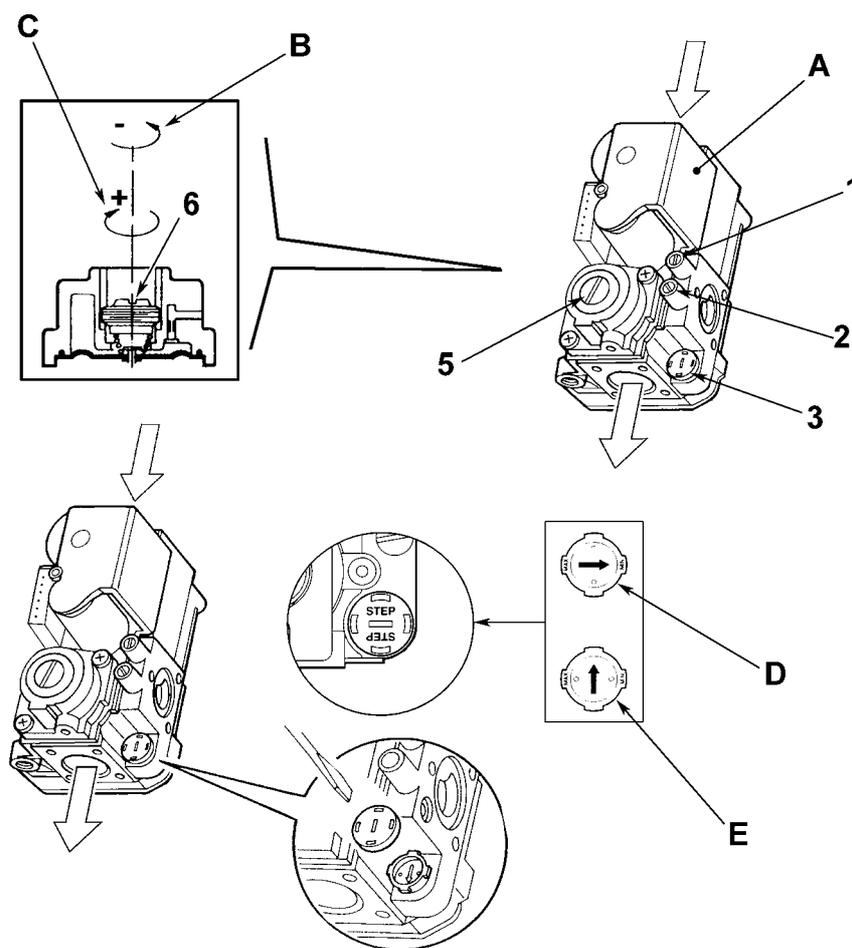

рис. 19 - Переналадка котла на другой вид газа
На котле PEGASUS D Ki 130 можно регулировать тепловую производительность топки и, следовательно, тепловую мощность, передаваемую воде системы отопления; это делается исключительно путем регулировки основной горелки с помощью газового вентиля (см. рис. 19). На графиках, приведенных в параграфе сар. 4.2 "Сопротивление системы", показано изменение передаваемой воде тепловой мощности в зависимости от изменения рабочего давления горелки. Возможность приведения мощности котла в соответствие с реальными потребностями отопления означает, прежде всего, снижение потерь и экономию топлива. Кроме того, при регулировке мощности, регламентированной также стандартом, котлы сохраняют значения КПД и характеристики сгорания почти без изменений.
1. С помощью небольшой отвертки снимите защитный колпак 5 вторичного привода газового вентиля рис. 19.
2. Подключите манометр к клемме давления 2 (рис. 19), расположенного после газового вентиля, затем переведите ручку термостата котла на максимум.
3. Регулируйте давление с помощью винта 6 (рис. 19) на желаемое значение, руководствуясь диаграммами, приведенными в параграфе сар. 4.2 "Сопротивление системы".
2. Снимите с газового вентиля маленький защитный колпачок 3 (рис. 19). С помощью маленькой отвертки регулируйте "СТУПЕНЬ" розжига на основании выбранного для работы газа (G20 или G31); установите защитный колпачок на место.
- Спустите воздух из газопроводных труб через штуцер отбора давления 1 газового вентиля (рис. 19).